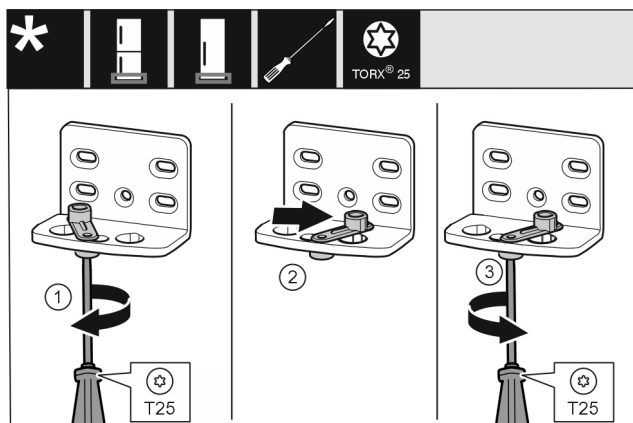

Fig. 15
- Vijake Fig. 15 (1) rahlo privijte z izvijačem.
- Privzdignite pripomoček za zapiranje vrat Fig. 15 (2) in ga v luknji zavrtite za 90° v desno.
- Zategnite vijak Fig. 15 (3) z izvijačem.